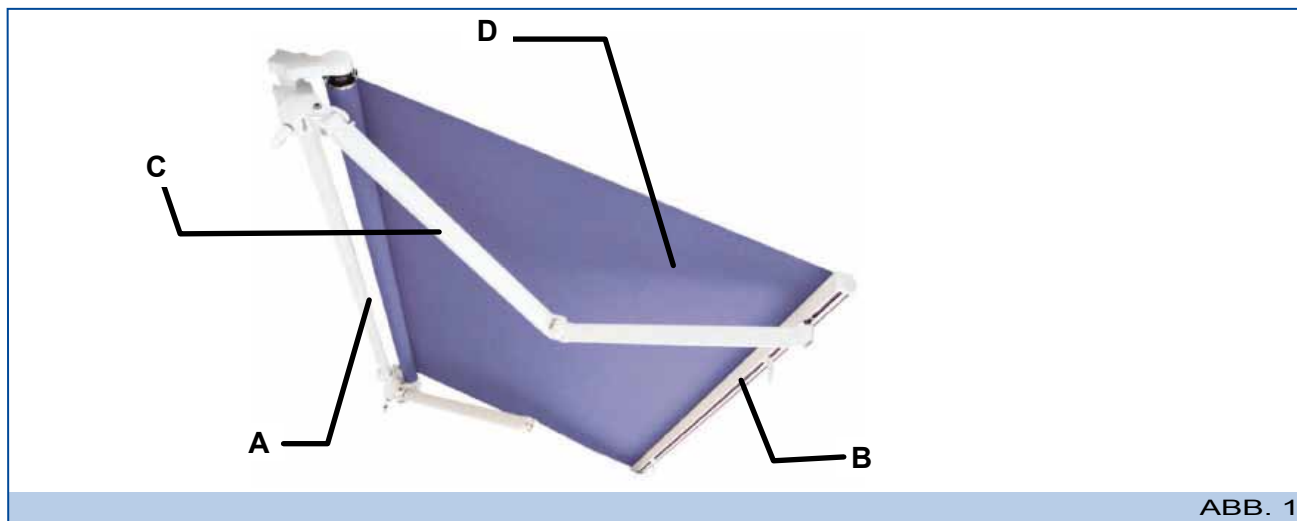

ABB. 1
- **Metallstruktur:** Die Metallstruktur ist der Tragrahmen und in seinem Innern befinden sich die verschiedenen Antriebe zum Ein- und Ausfahren der Markise. Die Metallstruktur setzt sich aus einem Tragrohr (A – Abb. 1), einer Fallstange (B – Abb. 1), Gelenkarmen (C – Abb. 1), die mit ummantelten Stahlseil oder einer Edelstahlkette ausgerüstet sind und einer Tuchwelle.
- **Tuch (D – Abb. 1):** Hat eine Abdeck- und Schutzfunktion der Markise.